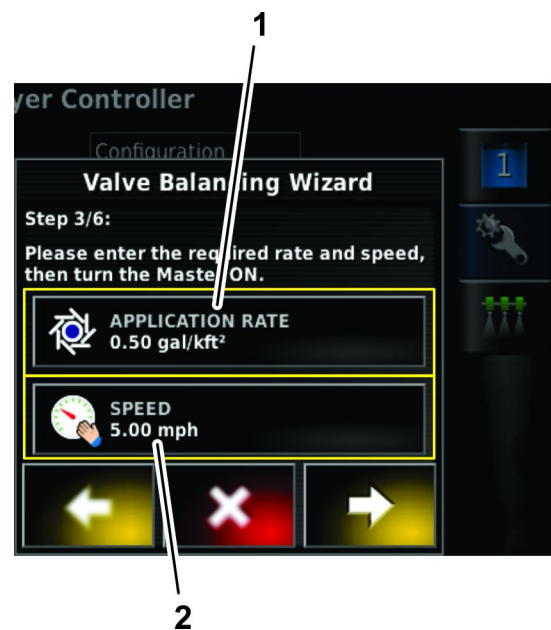

Bild 136
4. Tippen Sie in Schritt 3 des Assistenten zum Ventilausgleich, wenn Sie eine andere Dosierung einstellen müssen, auf das Dosierung-Symbol (Bild 136).
6. Tippen Sie in Schritt 3 des Assistenten zum Ventilausgleich, wenn Sie eine andere Fahrgeschwindigkeit des Sprühfahrzeugs einstellen müssen, auf das Symbol Fahrgeschwindigkeit (Bild 136).